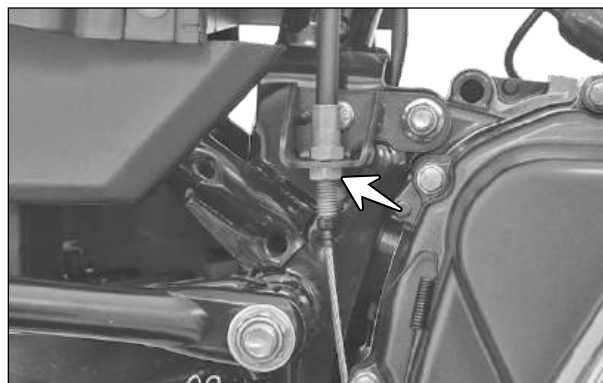

Fig. 6.107
- Solte totalmente a contraporca (seta) do cabo CBS e retire o cabo CBS do suporte. (Fig. 6.107)